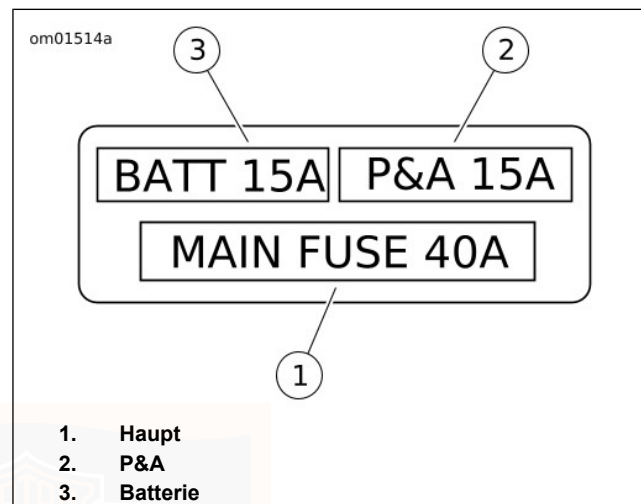

Abbildung 60. Sicherungsblock
Siehe Abbildung 60. Die Stromkreise werden durch drei Sicherungen geschützt. Die einzelnen Stromkreise des Fahrzeugs werden durch das Zentralsteuergerät (BCM) geschützt.
4. Siehe Abbildung 60. Defekte Sicherung ausbauen.